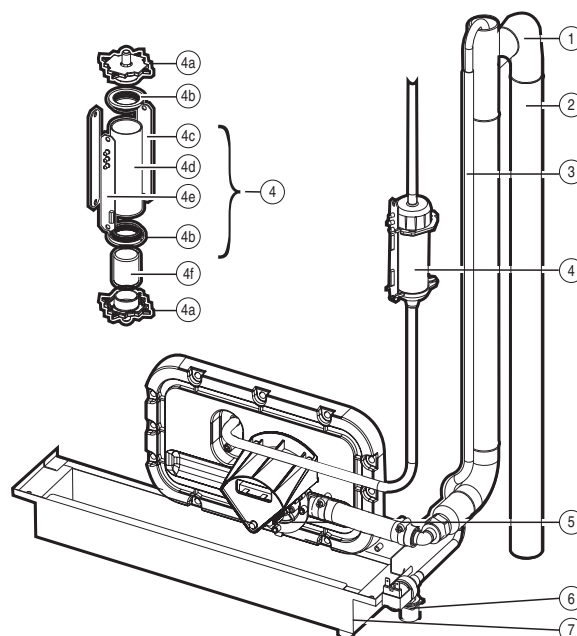

Fig. 2.e
- **Fill electrovalve** (Fig. 2.d, part. n. 3 - Fig. 2.e, part. n. 6)
- **Supply and drain manifold** (Fig. 2.d, part. n. 6)
- **Drain electrovalve/drain pump** (Fig. 2.d, part. n. 5 – Fig. 2.e, part. n.5)
- **Fill tank** (Fig. 2.d, part. n. 1)